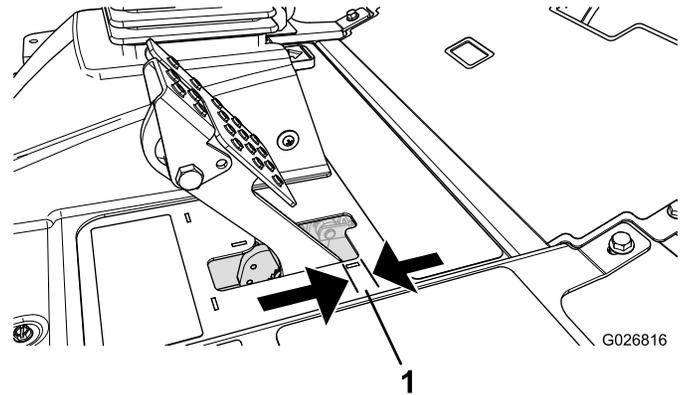

Рисунок 95
Отрегулируйте тормоза, если свободный ход педали тормоза превышает 2,5 см или требуется большее усилие нажатия для торможения (Рисунок 95). Свободный ход — ход педали тормоза до начала ощущения сопротивления.
2. Затяните заднюю гайку, чтобы переместить трос назад так, чтобы свободный ход педалей тормоза до момента фиксации колес составлял от 0,63 до 1,27 см (Рисунок 95).